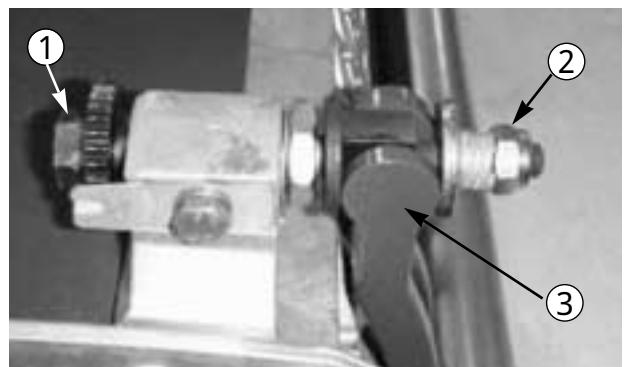

図17
1. ベッドバー調整ネジ（図17）を左に回してリールとの接触をなくす。
2. スプリング・テンション・ユニット（図17）をゆるめてワッシャのテンションを完全になくす。